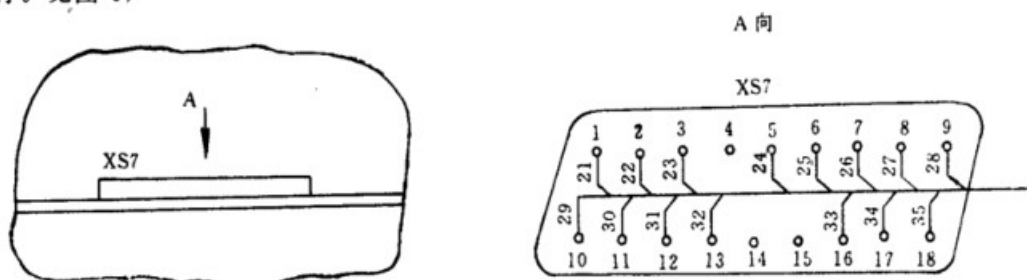

图 4 采用 A 向视图的示例
a. 采用辅助视图(如:剖视图、局部视图、向视图)来表示,并在视图上方标明视图的名称。见图 4: